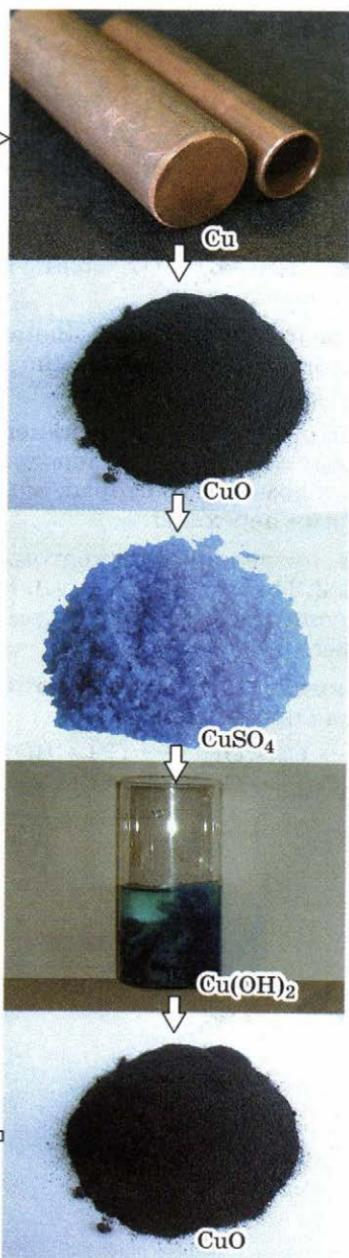

Рис. 147. Генетический ряд меди
1. Генетический ряд металла, например ряд меди (рис. 147):